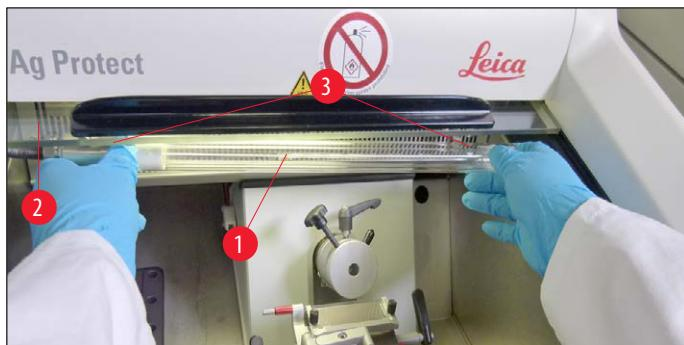

图 63
2. 按箭头方向 (→ 图 64-3) 卸下灯座 (→ 图 64-2) 上的金属环 (→ 图 64-1)，用右手小心将灯管从灯座中拉出 (→ "图 63") (→ "图 64")。